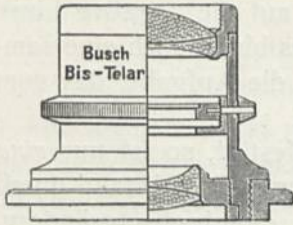
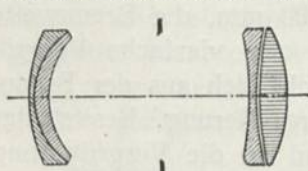

Abb. 55.
Abb. 56.
**Busch Bis-Telar** 1:7—1:7,7 (Abb. 55), **Plaubel Tele-Makinar** 1:6,3, **Rodenstock** Tele-Anastigmat *Eutelon* 1:5,4, **Rüo** Tele-Anastigmat 1:4,5, 1:6,3, 1:7,5 (alle drei  $W 35^\circ$ )1), **Schneider Tele-Xenar** 1:5,5, **Staeble** Tele-Anastigmat *Neoplast* 1:5,9 ( $W 35^\circ$ ), *Neoplast-Satz* für Fernaufnahmen, **Voigtländer Tele-Dynar** 1:6,3, **Kino-Tele-Anastigmat** 1:4,5, **Zeiß Tele-Tessar** 1:6:3 (Abb. 56), **Magnar** 1:10 ( $f = 45$  cm).